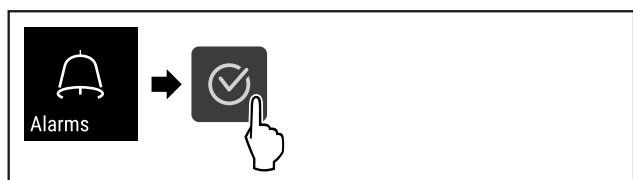

Fig. 96
- ▶ Proved'te akční kroky (viz Fig. 96).
- ▶ Provedte akční kroky (viz Fig. 96).